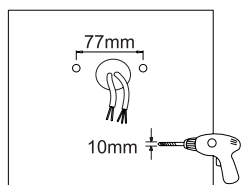

Figure 14
Étape 1 : Percer des trous dans le mur comme indiqué. (Fig. 14)